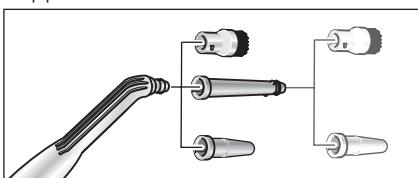

Fig. 6: Tilbehør til punktstråledysen.
- For å øke rengjøringseffekten ved arbeid med punktstråledysen (D1), kan du bruke denne sammen med forlengeren (D2), rundbørsten (D3) eller powerdysen (D4) (se fig. 6).